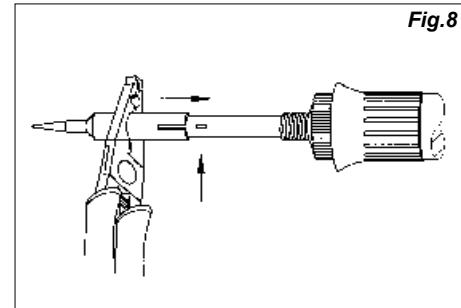

Fig. 8
- Placer une nouvelle panne; positionner l'encoche de la panne dans le bossage de l'élément chauffant (fig. 8). Ceci empêche la rotation de la panne.
- Coloque la nueva punta de soldar; asegúrese de que la protuberancia del elemento calefactor quede colocada en la ranura de la punta de soldar al efecto (fig. 8). Ello coloca la punta de soldar en posición y evita que esta pueda girar.